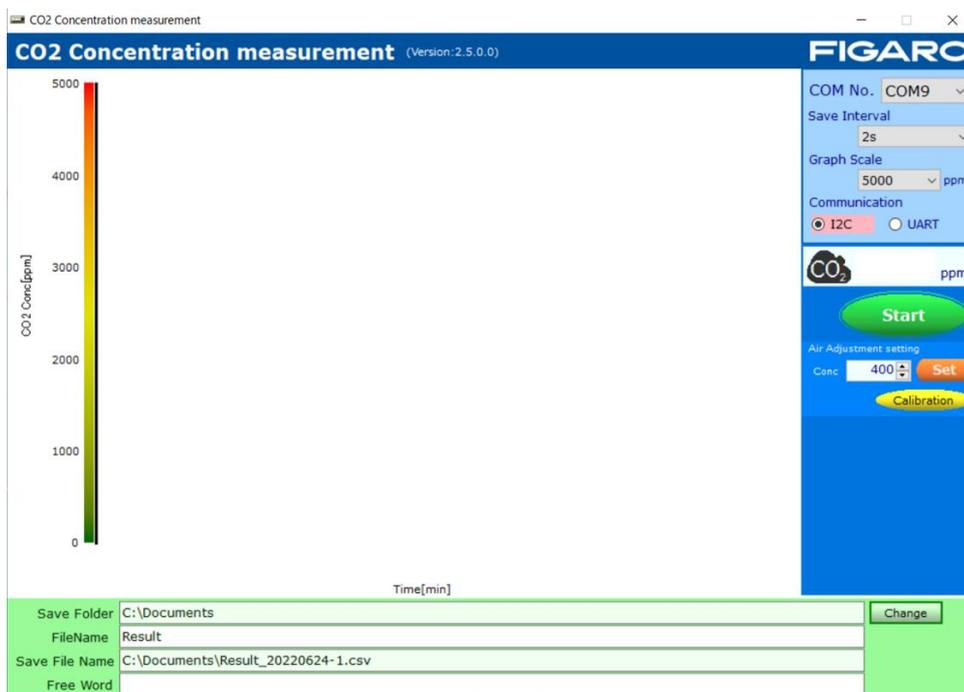

図8 アプリ起動画面
- ③ EM7162上のSW1（電源スイッチ）をONにします。
- ④ コンピュータにインストールされた専用アプリ（ConcMeasure.exe）のアイコンをダブルクリックすると図8の起動画面が表示されます。